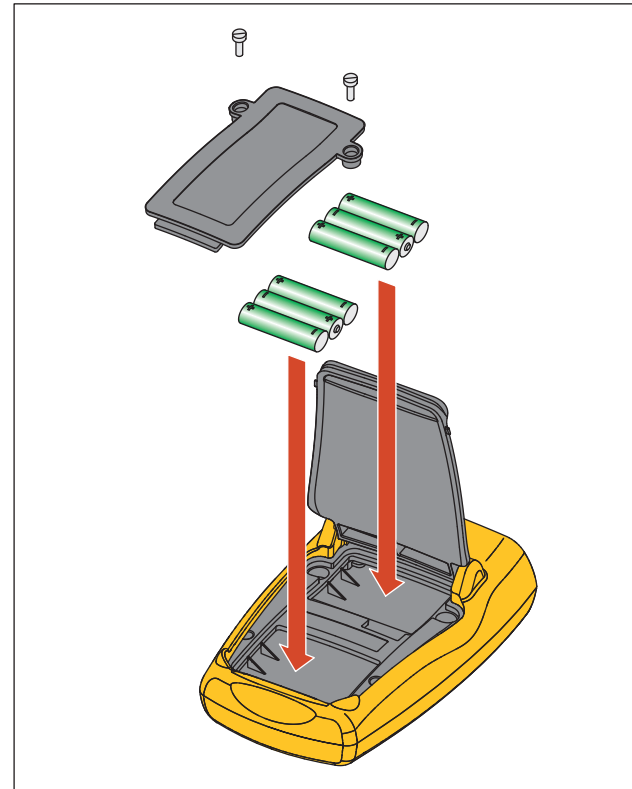

Abbildung 60. Ersetzen der Batterie
2. Den Bügel anheben, um Zugang zur Batteriefachabdeckung zu erhalten. Siehe Abbildung 60.